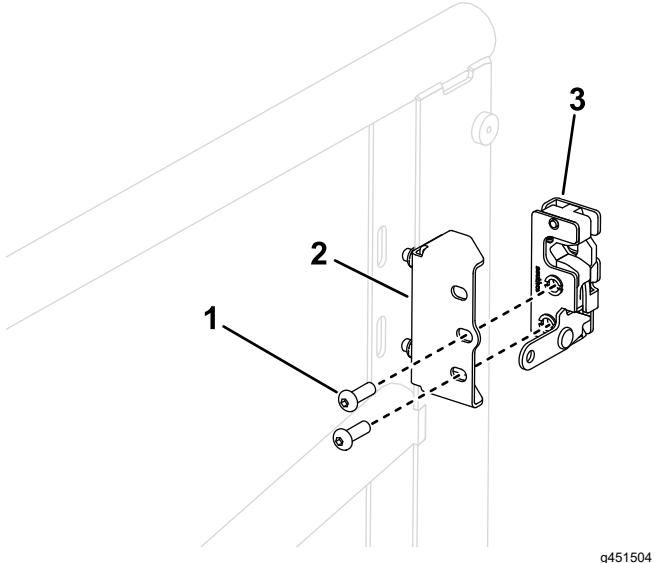

Figure 6
7. Installez le verrou de porte gauche sur le support, comme montré à la Figure 6 ; serrez les boulons à tête hexagonale creuse à un couple de 10 à 12 N·m.